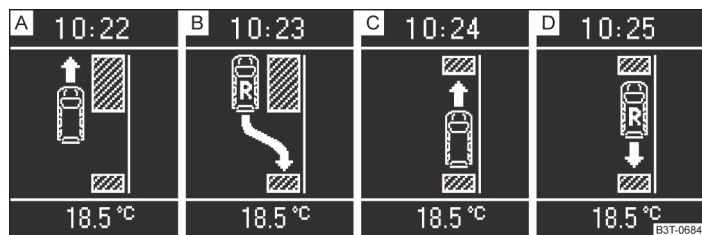

Fig. 139 Affichage sur le visuel du combiné d'instruments
Lorsque le système a détecté une place de stationnement appropriée, celle-ci s'affiche sur le visuel » fig. 139 – **A**.
- Continuez d'avancer jusqu'à ce que l'instruction » fig. 139 – **B** s'affiche sur le visuel.
- Si la flèche vers l'avant » fig. 139 – **C** clignote sur le visuel, enclenchez le 1er rapport ou amenez le levier sélecteur sur la position **D**.
- Si la flèche vers l'arrière » fig. 139 – **D** clignote sur le visuel, enclenchez de nouveau la marche arrière ou amenez le levier sélecteur sur la position **R**.